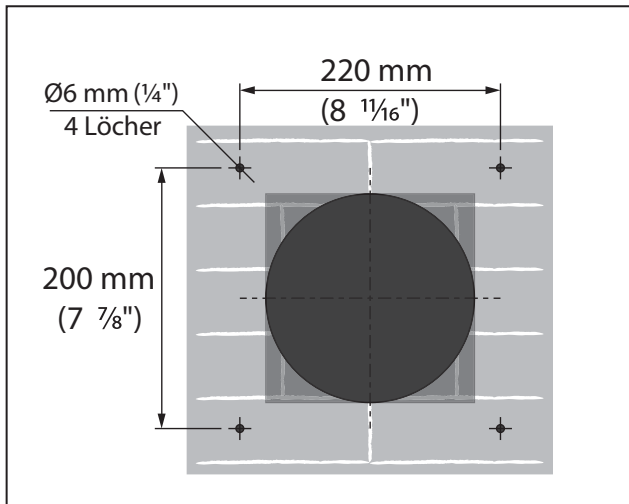

Abb. 12a.
- Abb. 12a für VENTO Expert A50-1 Pro.